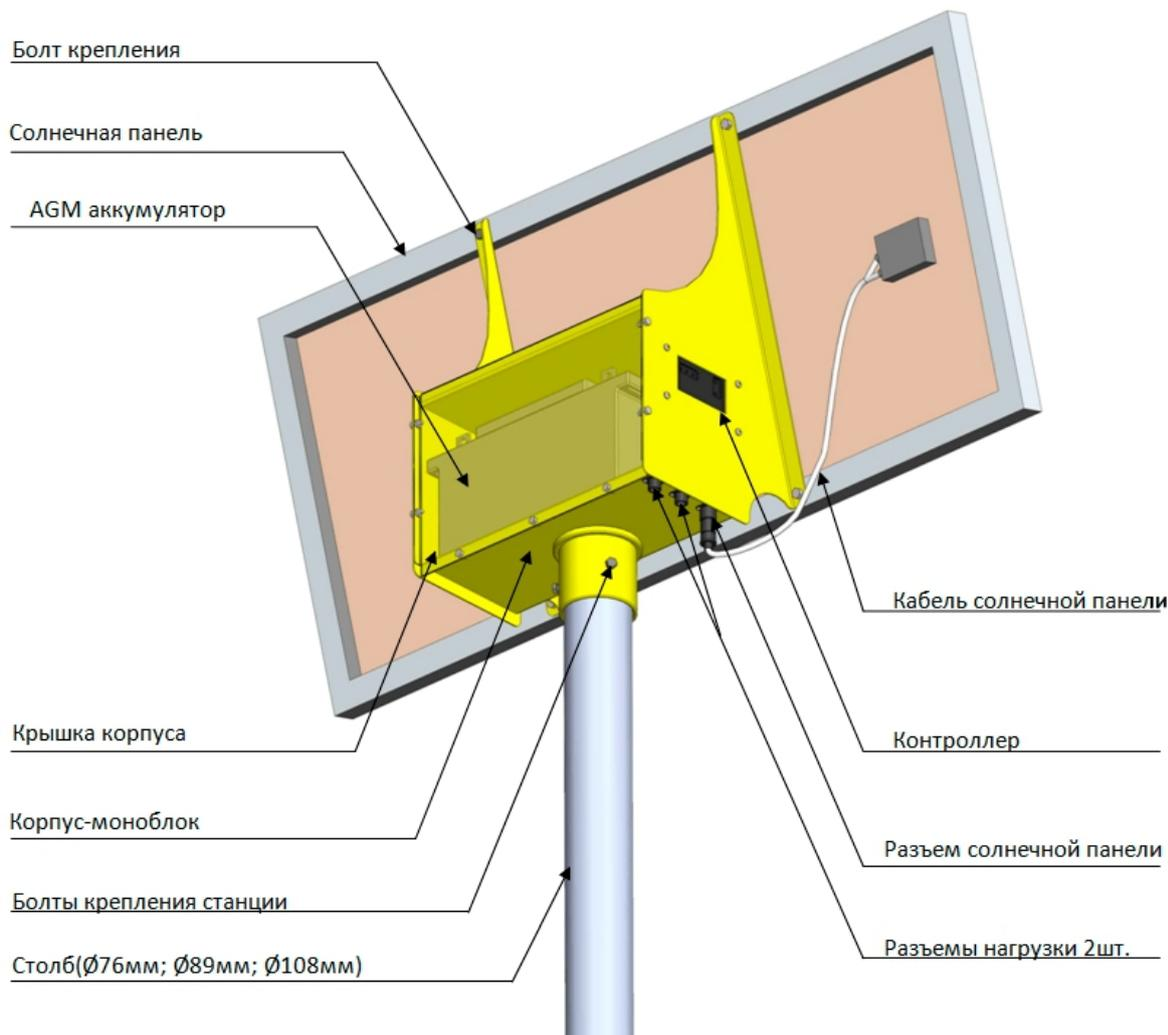
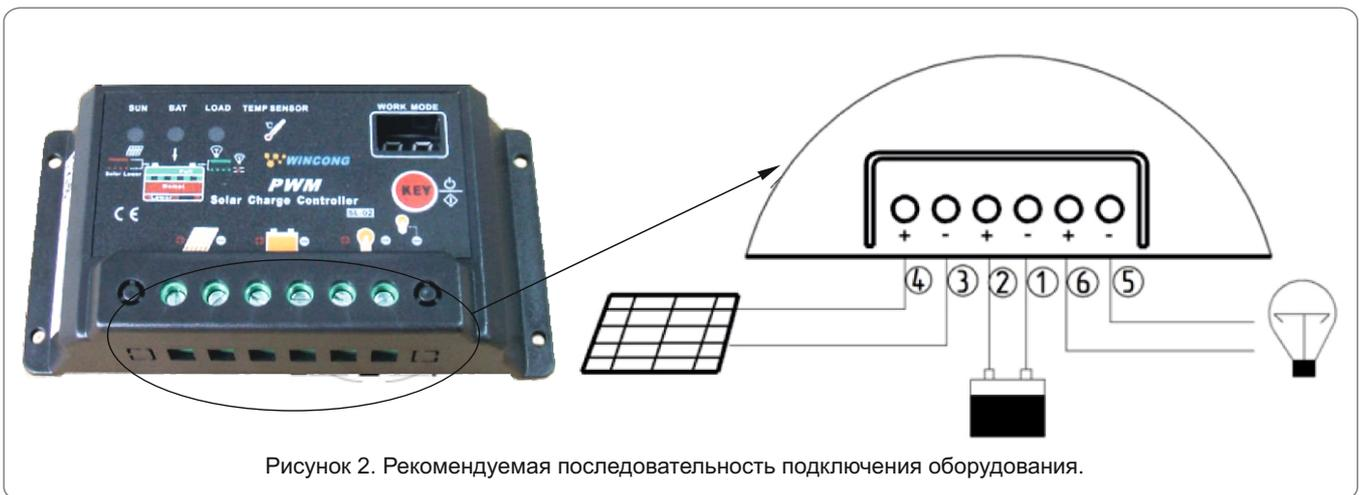

Рис. 1. Устройство Солнечной электростанции.
Рисунок 2. Рекомендуемая последовательность подключения оборудования.
3. Подсоединить к клеммам аккумулятора кабель, идущий от клемм контроллера 1 и 2 (рисунок 2).
5. Подключить кабель солнечной панели к ответному разъему солнечной электростанции (рисунок 1), идущему от клемм контроллера 3 и 4 (рисунок 2);
6. Подключить кабель нагрузки к ответному разъему солнечной электростанции (рисунок 1), идущему от клемм контроллера 5 и 6 (рисунок 2).